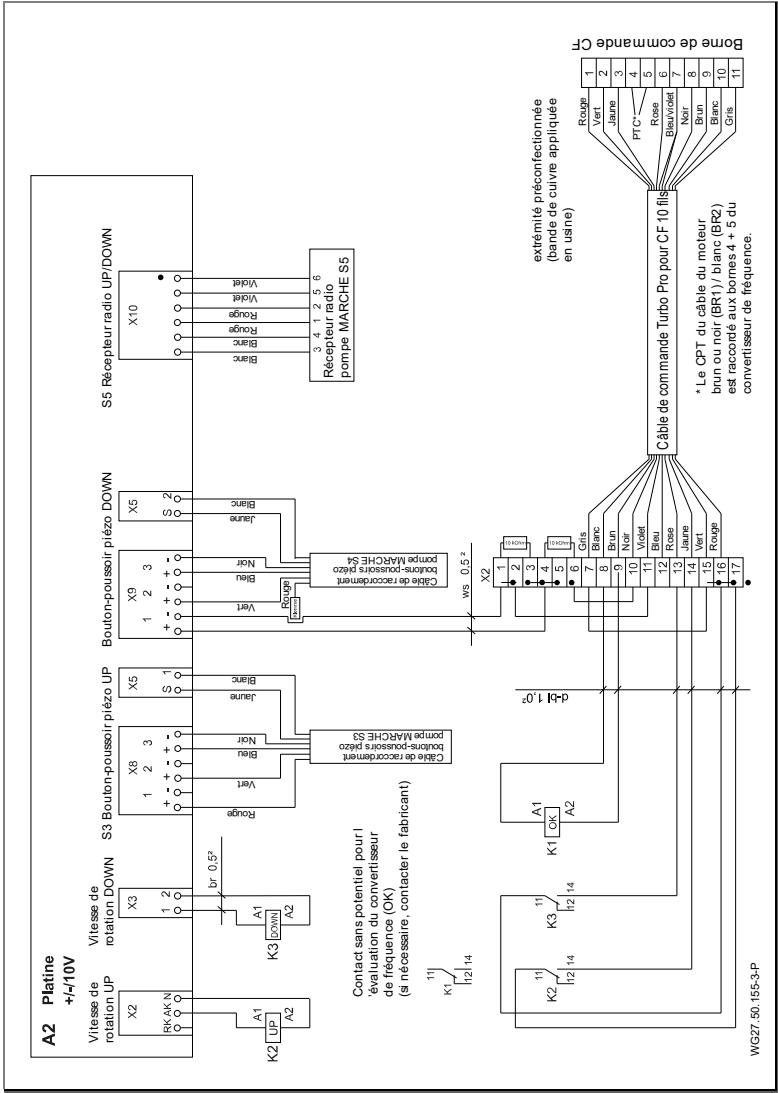

Fig. 19
14. Les fils pour la résistance CPT (brun ou noir (BR1) / blanc (BR2)) doivent être câblés conformément au schéma de connexions. Voir "Fig. 19", page 36